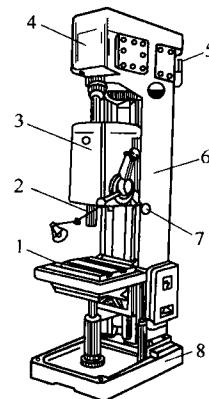

图 0-5 立式钻床
(2) 立式钻床 立式钻床简称立钻，如图 0-5 所示，是钻孔机床的基本形式。立钻的规格用最大钻孔直径表示，较为常用的有 25mm、30mm、35mm、40mm、50mm 等规格。立钻的主运动为主轴旋转，进给运动为主轴的垂直运动，转速、进给量都可以调整，一般标定进给量为每转的进给量。正规的立式钻床备有自动定深装置。